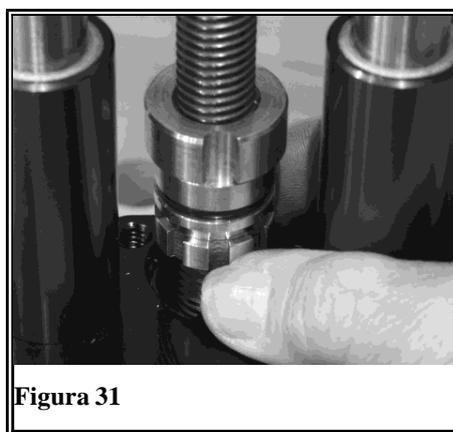

Figura 31
5. Girare in senso orario il dado del carrello premendo l'o-ring, assicurandosi che alla fine della regolazione la tacca nel dado del carrello corrisponda ad una di quelle del dado anti gioco (Figura 31).